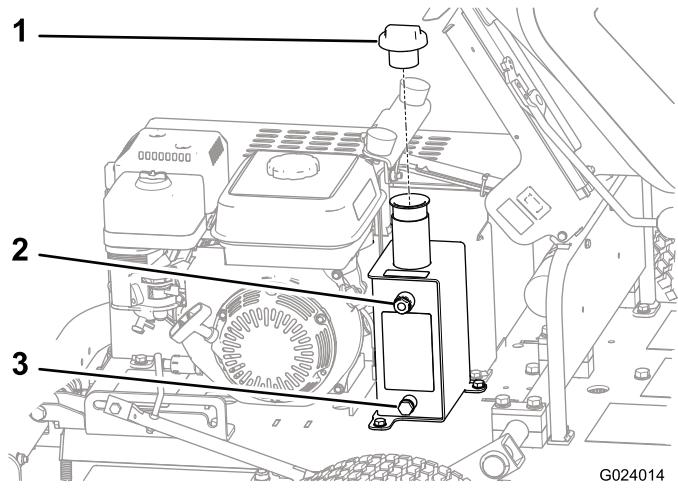

図 32
- タンクの側面にある点検窓図 32 から量を点検する。
4. オイルの量が不足している場合は、タンク上部にある補給口のキャップ図 32を取ってオイルを補給する。
1. 機体下にある油圧オイルドレンプラグの下に廃油受けを置く(図 32)。
2. トランスミッション側面にあるドレンプラグを抜いてオイルを抜く図 32。
8. オイルタンクのキャップを取る図 32。